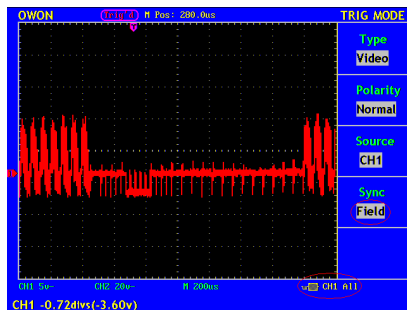

Рисунок 6.7. Осциллограмма сигнала с запуском по кадровому синхроимпульсу
- При помощи регуляторов **VOLTS/DIV**, **VERTICAL POSITION** и **SEC/DIV** получите на дисплее требуемую осциллограмму (см. рис. 6.7).